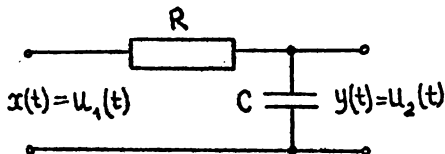

Рис. I5
10. Запишите передаточную функцию для схемы рис. I4. В чем ее отличие от передаточной функции схемы рис. I3? Сравните полученную передаточную функцию с передаточной функцией электрической цепи, изображенной на рис. I5.